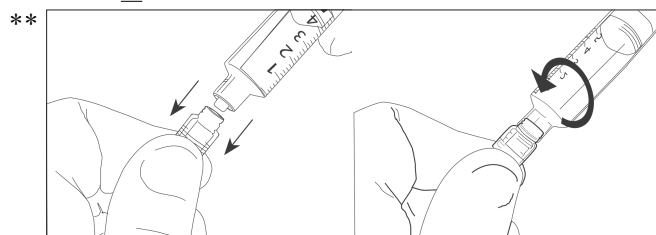

図18 シリンジとLASSの接続方法
- ** (4) シリンジをLASSに対してまっすぐに、時計回りに回転させながらゆっくりと差し込み、慎重にシリンジを接続します（図18）。